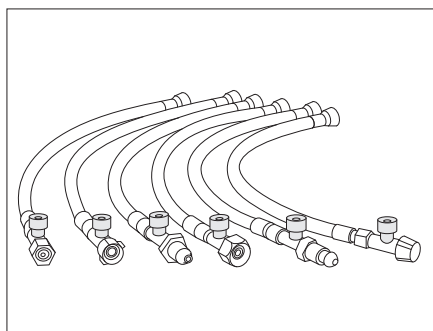

Fig. 93 Tubi flessibili ad alta pressione con dispositivo antirottura (varianti per i paesi specifici)
- Premere con forza il bottone verde sul tubo flessibile ad alta pressione (Fig. 93).